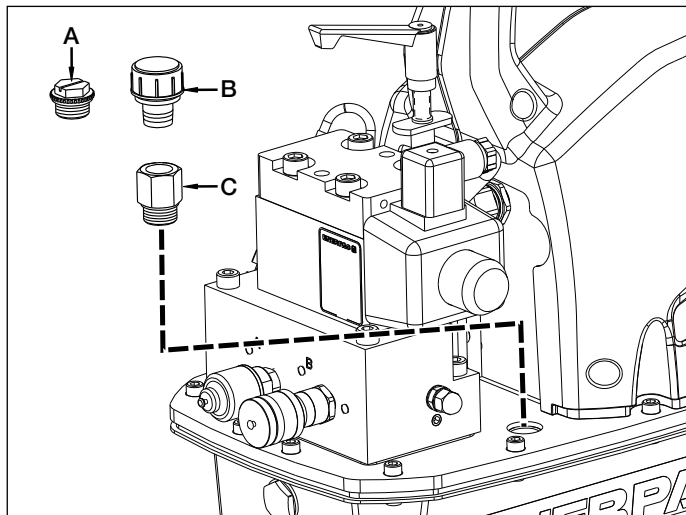

Figura 2, Sfiatore dell'aria (ZU4 mostrato, ZE4 e ZE5 simili)
4.2 Sfiatore d'aria (Vedere la Figura 2)